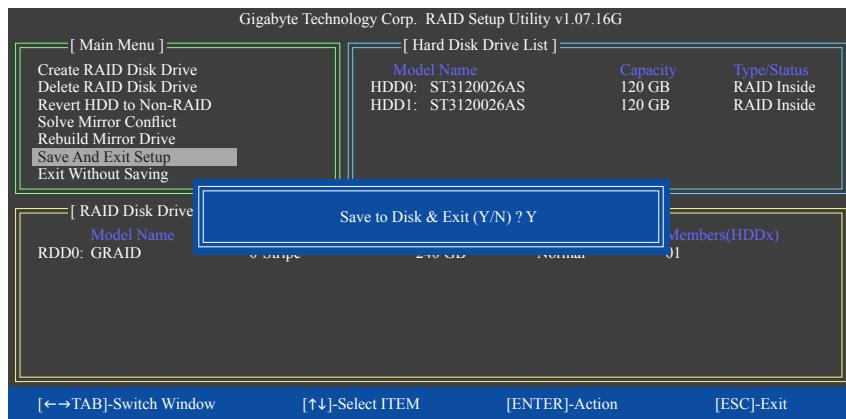

Figure 10
**7. Sauvegarder et quitter la configuration :** Une fois que la matrice RAID a été configurée, sélectionnez **Save And Exit Setup** dans l'écran principal pour sauvegarder vos réglages avant de quitter l'utilitaire RAID BIOS, puis appuyez sur <Y> (Figure 10).